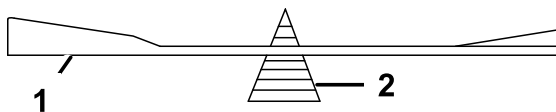

図 67
2. ブレードバランサーを使ってバランスを調べる 図 67。